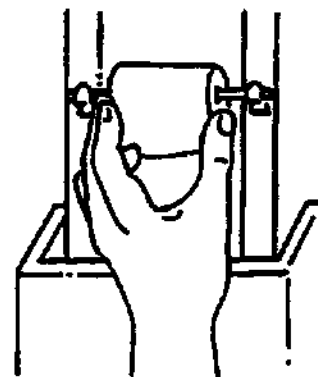

Рис. 5-14: Установка нового рулона бумаги в держатели.
4. Вставьте новый бумажный рулон таким образом, чтобы подача бумаги осуществлялась снизу рулона. Установите стержень в металлические держатели (Рис. 5-14).